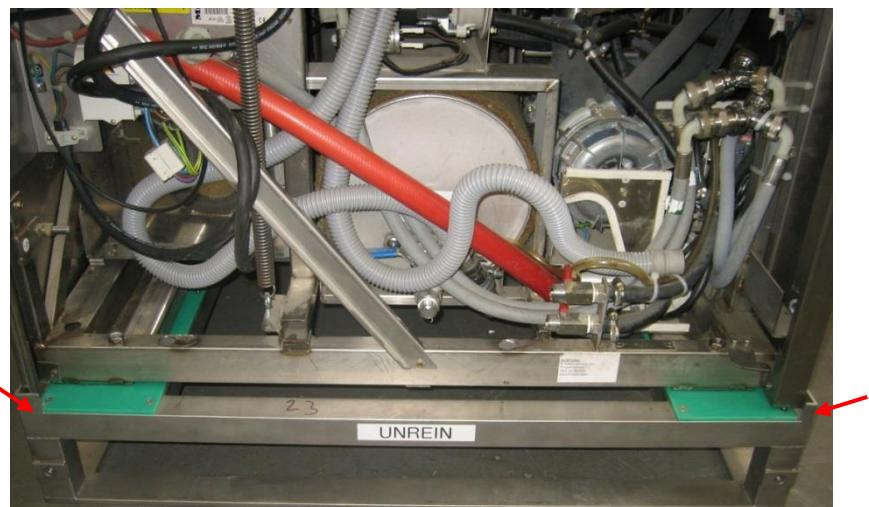

Abb. 19: RDG auf dem Transportsockel
- ◆ Positionieren Sie den Transportsockel im unreinen Bereich vor dem RDG. Die festen Anschlüsse befinden sich auf der Vorderseite des Transportsockels, so dass man das RDG auf den Transportsockel schieben kann (siehe Abb. 19:).